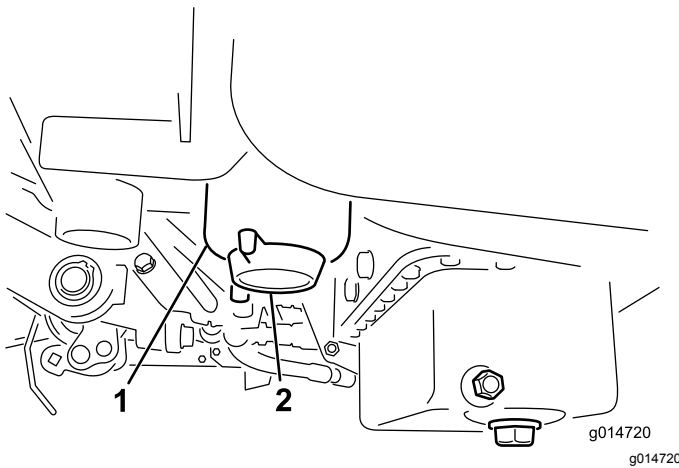

Bild 43
2. Reinigen Sie den Anbaubereich der Filterglocke (Bild 43).
4. Öffnen Sie die Filterablassschraube (Bild 43).